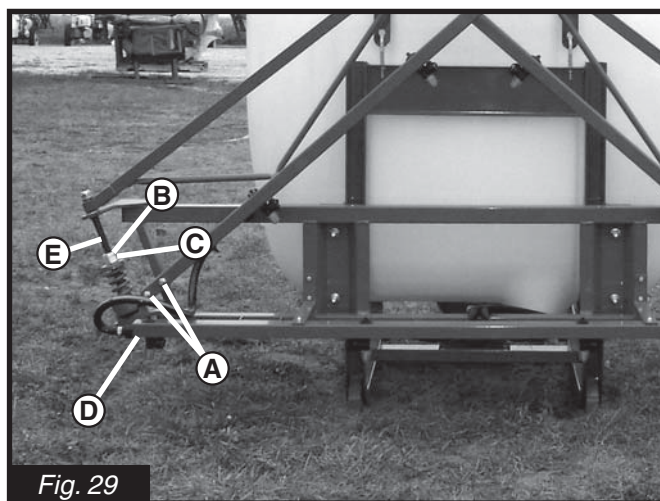

Fig. 29
**IMPORTANT : Lubrifiez adéquatement l'assemblage de l'embrayage avant de régler la tension. Les vis d'assemblage de l'embrayage de sécurité (A) (Fig. 29) doivent être resserrées à un couple de 40 pi/lb (55 Nm) à chaque semaine (40 heures) pour prévenir les dommages à la rampe. Lubrifiez quotidiennement (aux 8 heures) pour assurer la performance et la durée de service optimale.**
La tension sur l'embrayage pour la section de rampe à ressort de sécurité peut être réglée en desserrant ou en resserrant l'écrou C (Fig. 29).
1. Vérifiez que l'écrou inférieur D (Fig. 29) soit entièrement resserré.
2. La section de rampe à ressort de sécurité pivote sur l'arbre d'essieu E (Fig. 29). Assurez-vous que la section de rampe peut se déplacer librement.
3. Desserrez l'écrou de blocage B (Fig. 29).
4. Si l'embrayage de sécurité se déclenche trop aisément, resserrez l'écrou C (Fig. 29). Si l'embrayage de sécurité se déclenche trop agressivement, desserrez l'écrou C (Fig. 29). La tension de l'embrayage est correcte quand la section à ressort de la rampe revient en alignement avec la section centrale après le décrochage.
5. Resserrez l'écrou de blocage B (Fig. 29) après le réglage.